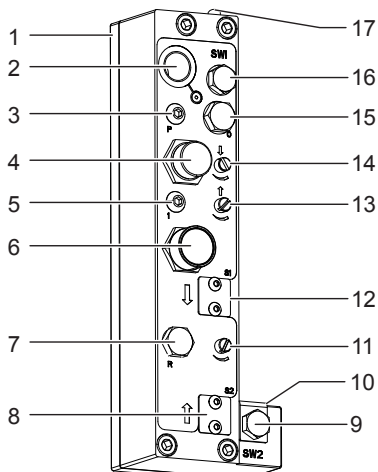

Figura 3
- Regule o espaço entre (1) e (2) de forma a ficar igual à profundidade do furo requerido, MAIS a distância em que a broca está acima da peça a ser trabalhada através de deslize (3).
- Bloqueie na posição com (4) para o binário recomendado.
- Posicione a HCU em (3).
- Regule o espaço entre (6) e (7) para uma distância conforme requerida acima da peça a ser trabalhada.
- Desaparafuse (8) da HCU para ajustar a resistência na HCU para o mínimo.
- Abra totalmente (13), Figura 3.
- Feche (11), Figura 3.